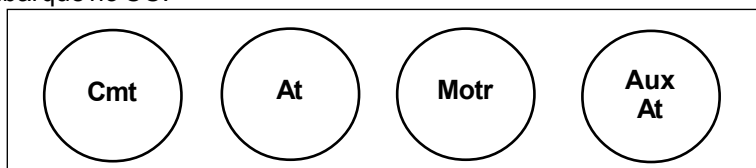
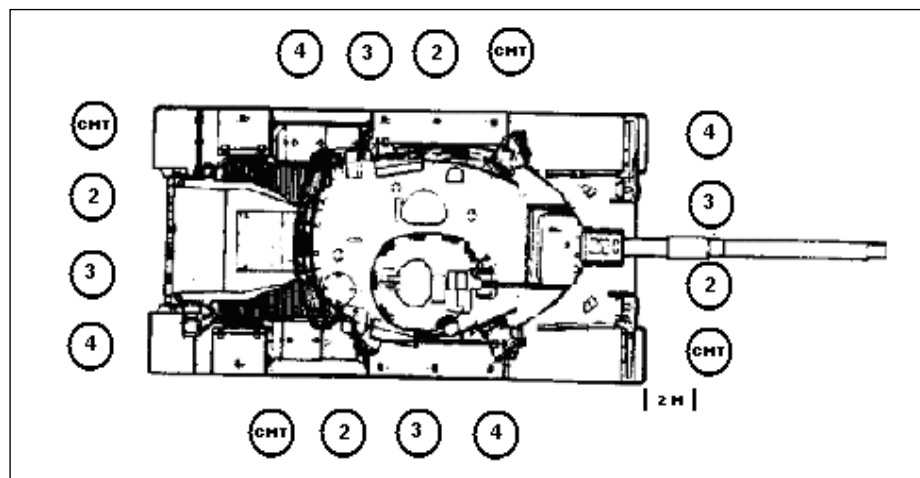

Fig 10-1. Dispositivo da guarnição em linha
Fig 10-2. Formações da guarnição desembarcada
(1) Cmt CC - na torre, em pé no assoalho ou sentado em um dos assento do Cmt CC;
(2) Motr - no assento do Motr ao centro do CC;
(3) At - no assento do At do lado direito do Can;
(4) Aux At - no lado esquerdo do Can, em pé na torre ou sentado no assento do Aux At, atrás e à esquerda da torre.
b. Formações - A guarnição quando desembarcada entra em forma em uma fileira com o Cmt CC à direita e a 2 (dois) metros da lagarta do CC (Fig 10-1). O At, o Motr e o Aux At tomam posições em uma linha ao lado esquerdo do Cmt CC. A ordem de entrada em forma varia de acordo com a posição relativa da guarnição em relação ao CC (Fig 10-2)e tem por finalidade racionalizar a ordem de embarque no CC.
a. Entrada em forma - A guarnição entra em forma ao comando de : “GUARNIÇÃO EM FORMA A FRENTE (A ESQUERDA, A DIREITA A RETA-GUARDA) DA VIATURA”. (Fig 10-2)